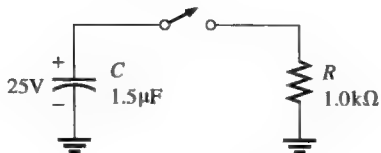

图 9-68
28. 图 9-68 中电容器充电到 25V, 求开关闭合后下列时间的电容器电压。
41. 在图 9-68 中 C 放电到 3V 需要多长时间?